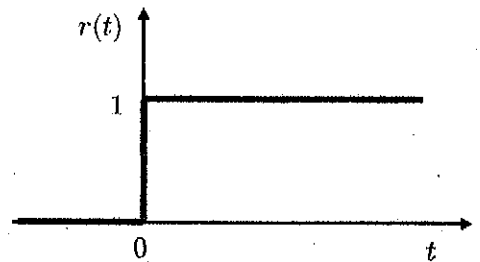
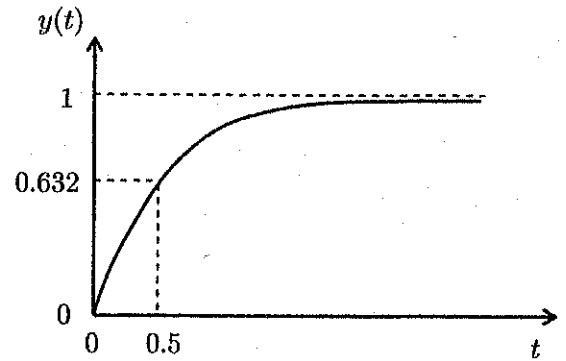

図3
図 4
- (2) $r(t)$ として図3に示す単位ステップ入力を加えたとき、
- (3) $r(t)$ として図 3 に示す入力を加えたときの $y(t)$ を描画すると、図 4 のようになった。図 4 から $y(t)$ の定常値および $G(s)$ の時定数を求めよ。ただし、 $e^{-1} = 0.368$ とし、 $y = 1$ は漸近線を表している。
- (4) 図 4 の結果から a, b の値を求めよ。(各 2 点 \times 2 = 4 点)